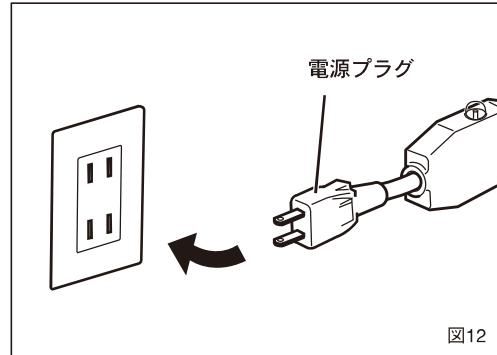
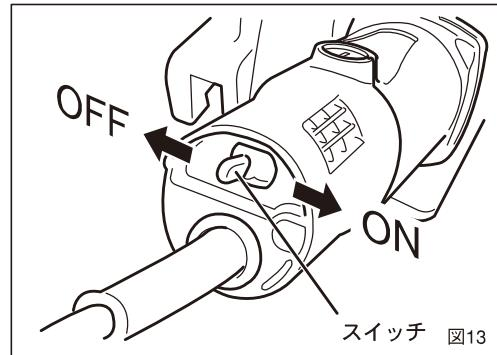

図12
図13
## 3. スイッチの操作方法 (図12～図13)
- ①工具本体のモータ後部にあるスイッチが「OFF」になっていることを確認し、電源プラグをコンセントに差し込みます。 (図12)
- ②スイッチを「ON」側に倒すと、刃物が回転し「OFF」側に倒すと停止します。 (図13)